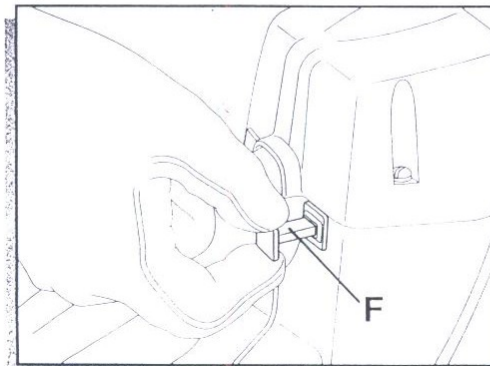

fig. 7
- Træk chokeren F (fig. 7) helt ud indtil den når låse positionen. På denne måde er både choker og gashåndtag aktiveret.